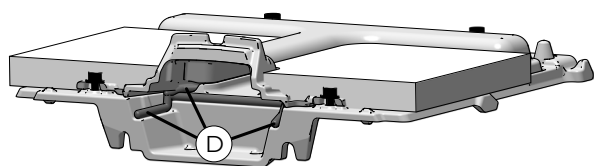

Fig. 7.12
| 7 | Versare nuovo cemento (D) nella scanalatura (Fig. 7.12) |